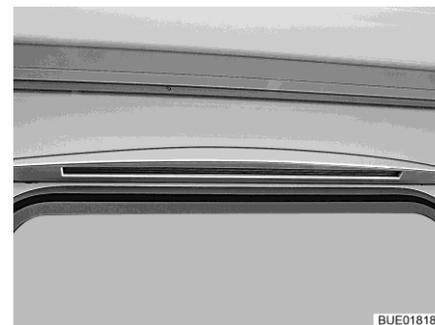

Fig. 72 Luce tenda veranda (non per dotazione con tenda)
- Illuminazione tenda veranda (Fig. 72) (non per dotazione con tenda)